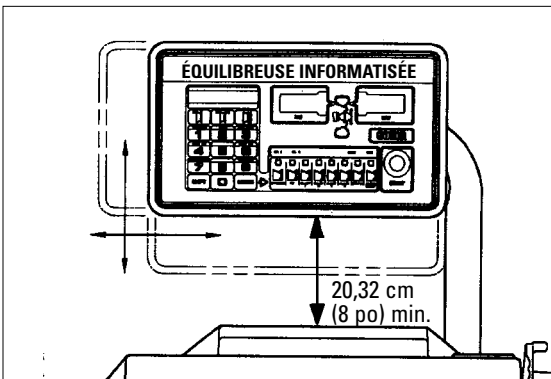

Figure 7 – Hauteur du boîtier de commande
20. Desserrez les écrous sur les bagues de retenue du bras. Levez ou abaissez le boîtier de commande jusqu'à qu'il se trouve dans la position souhaitée, puis resserrez bien les écrous. Le bord inférieur du boîtier doit se situer à au moins 20,32 cm (8 po) au-dessus du haut de l'équilibreuse (Figure 7).